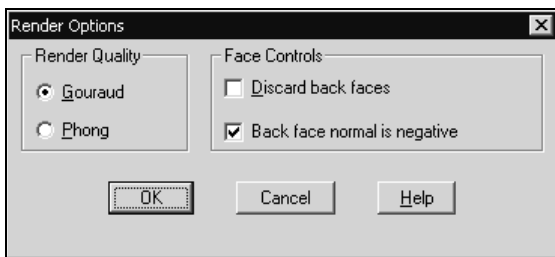

Рис. 10.26. Диалоговое окно **Render Options**
8. Нажать кнопку **More Options** (Дополнительно) и в появившемся диалоговом окне **Render Options** (Режимы тонирования) (рис. 10.26) задать опцию качества тонирования, установив переключатель **Render Quality** (Качество) в положение **Gouraud** (Гуро) или **Phong** (Фонг). Тонирование по Фонгу обеспечивает высокое качество, но требует большего времени для тонирования, чем тонирование по Гуро.